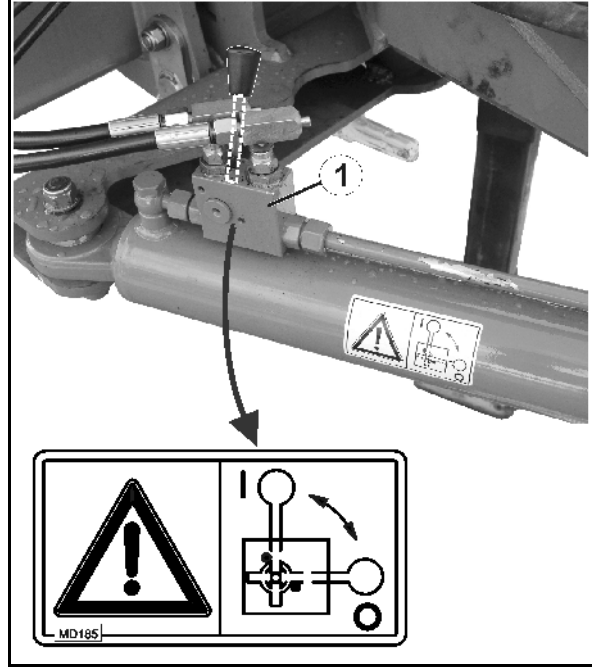

Fig. 43
4. Direksiyon şaftını kesme vanasını (Fig. 43/1) kapatarak 0 pozisyonunda emniyete alınız.